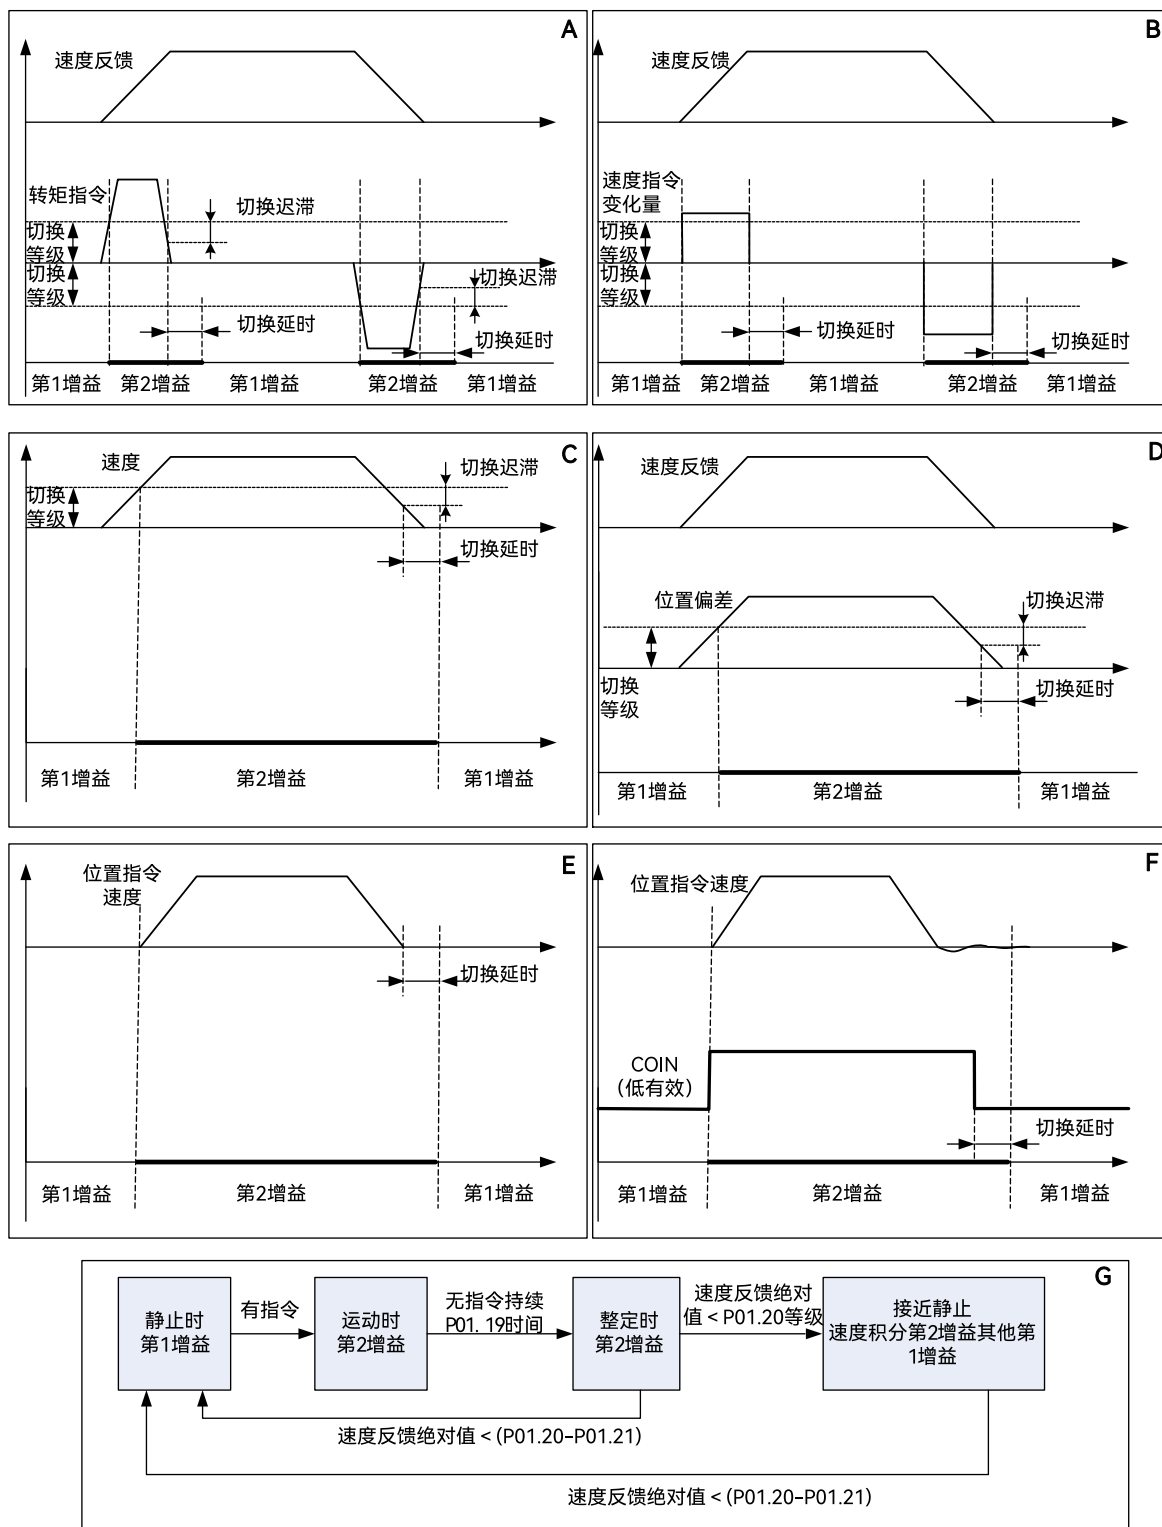

图 3.5 各种条件下增益切换时序图
时序图请按编号在图 3.5 中查看。其中：
3. 当 P01.18 等于 10 时，各参数的定义与其他模式有所不同，请仔细对照图 3.5 中的 G 图进行理解。